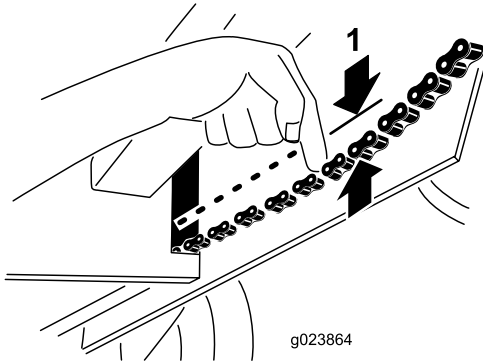

Figure 27
- Exercez une charge de 9 kg (20 lb) sur chaque chaîne près de l'ouverture du cadre (Figure 27). Si la chaîne fléchit de plus de 3 mm (1/8 po), tendez-la comme suit :